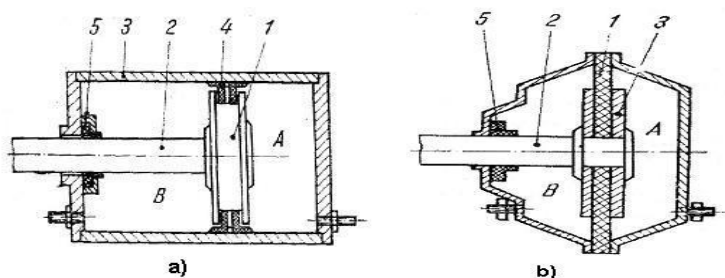

Fig. 6. Cilindru cu piston (a) și cu membrană (b).
- cilindri cu piston (motoare pneumatice liniare cu piston), schema de principiu, în fig.6. a ;
- cilindri cu membrană (motoare pneumatice liniare cu membrană), schema de principiu, în fig.6.b;
Organul de lucru care transformă energia pneumatică în energie mecanică este pistonul și respectiv membrana. Pistonul 1 (fig. 6, a) este solidarizat cu tija 2, care imprimă mișcarea mecanismului acționat. Pistonul se deplasează în cilindrul 3, sub acțiunea aerului comprimat care se găsește în spațiul A sau B. Etanșarea între spațiile A și B se face cu ajutorul garniturilor 4. Etanșarea tijei prin capacul cilindrului se face cu garniturile 5. În cazul camerei cu membrană (fig. 6, b) deplasarea tijei 2 se face prin deplasarea membranei 1 sub acțiunea aerului comprimat ce se găsește în spațiile A sau B. Etanșarea celor două spații se face de însăși membrana care este fixată între cele două părți ale camerei. Fixarea tijei de membrană se face prin intermediul discurilor 3. Etanșarea tijei se face cu ajutorul garniturilor 5. Cilindrii cu piston pot fi construiți cu curse până la 4 000 mm, spre deosebire de camerele cu membrană, a căror cursă nu depășește, de obicei, 60 mm. Forța de acționare a cilindrului cu piston este aproape constantă pe întreaga cursă. Forța de acționare a camerelor cu membrană este variabilă pe lungimea cursei, datorită deformării membranei care preia o parte din forța dezvoltată de aerul comprimat. Posibilitatea realizării unor curse mari, ca și variația mică a forței de acționare, pe întreaga cursă a pistonului, asigură un domeniu larg de utilizare a cilindrului pneumatic cu piston. Totuși, construcția camerelor cu membrană, prin lipsa etanșării mobile, prezintă o serie de avantaje funcționale în comparație cu cilindrul cu piston, care pot fi hotărâtoare în anumite cazuri de utilizări.